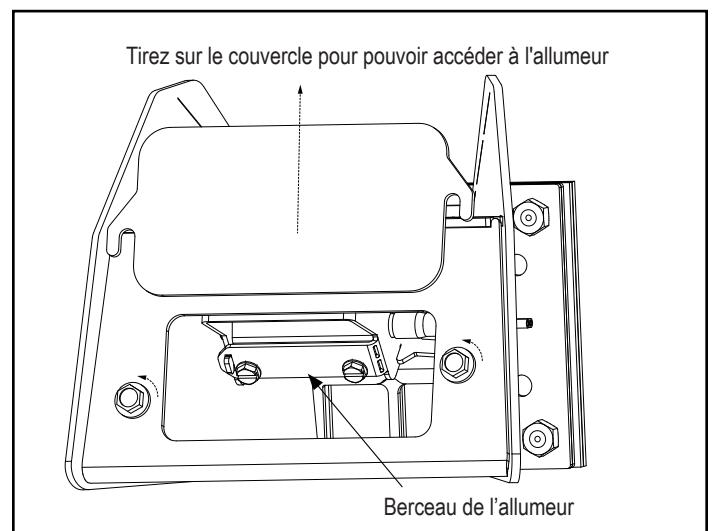

Figure 2.4 - Vue du dessous de l'ouverture du bac à cendres.
- Desserrez (2) boulons de bride de 1/4-20 et tirez le couvercle vers le haut, afin de pouvoir accéder à l'élément et au berceau de l'allumeur. Figure 2.4.
- En utilisant la brosse fournie, brossez l'élément de l'allumeur pour éliminer toute cendre ou débris. Figure 2.4.